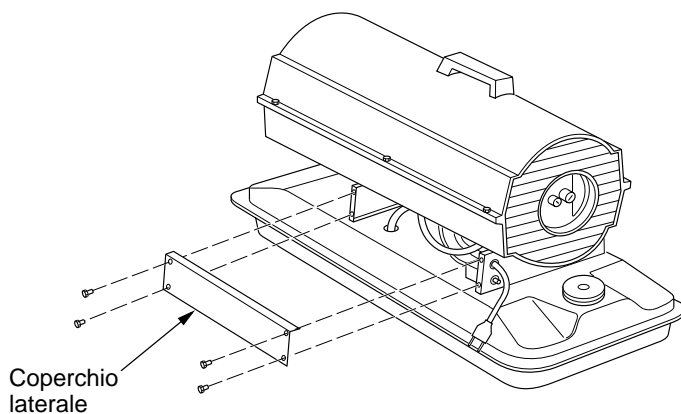

Figura 28 – Rimozione del coperchio
1. Estrarre le quattro viti del coperchio laterale (vedere la Figura 28) usando una chiave a tubo o una chiave a bussola da 5/16 di pollice.